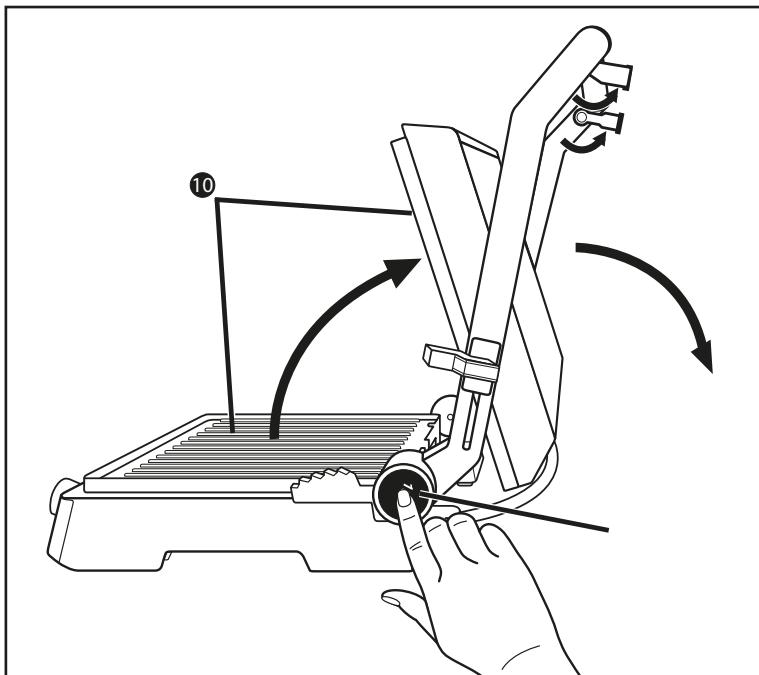

Abb. 1
- 1) Klappen Sie die beiden Stützfüße **1** aus (Abb.1).
- 2) Drücken Sie die Entriegelungstaste 180° **3** (Abb.1) und öffnen Sie den Gerätedeckel so weit, dass beide Grillplatten **10** als Tischgrill benutzt werden können.